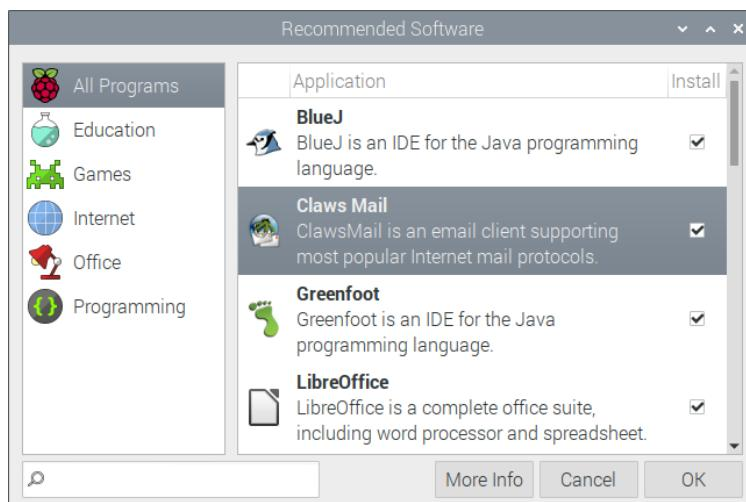

Abbildung 2.5 Bequeme Installation wichtiger Programme mit »Recommended Software«
- ▶ EINSTELLUNGEN • RECOMMENDED SOFTWARE startet ein Programm, in dem Sie ganz komfortabel einige häufig benötigte Programme installieren bzw. deinstallieren können (siehe Abbildung 2.5).